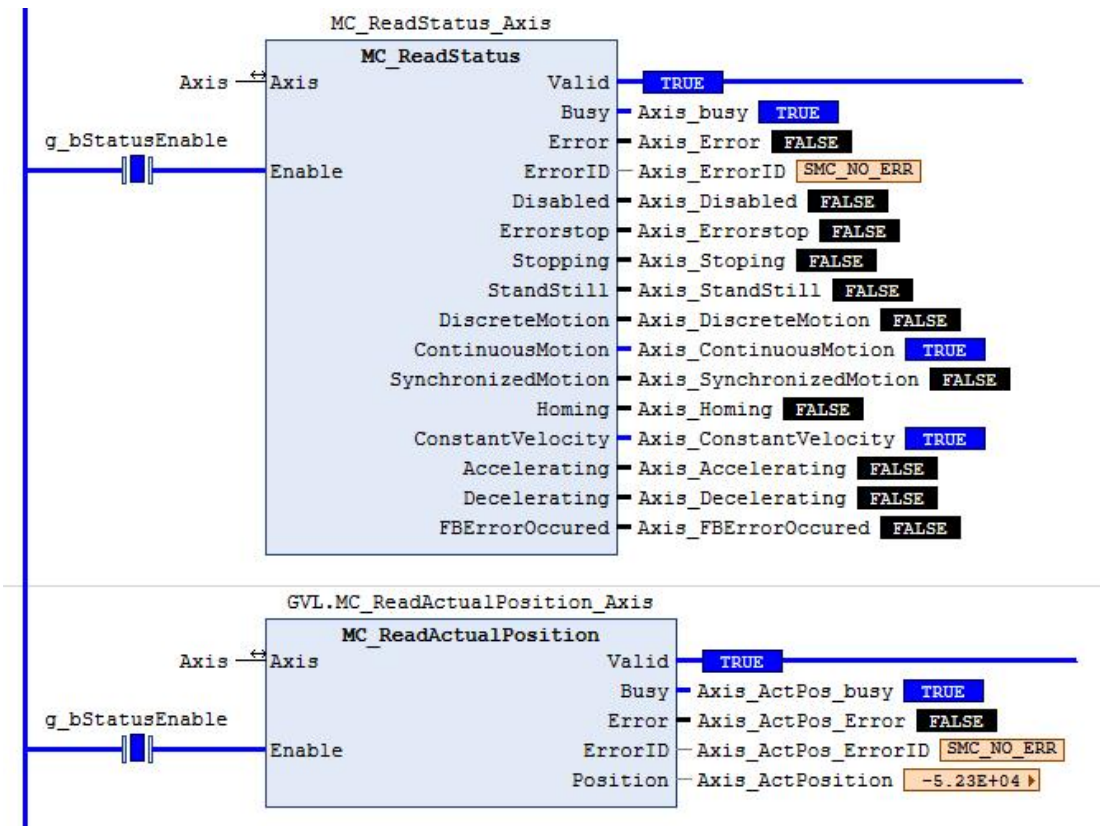

图 6.44 用指令获取轴状态
用户可通过 MC_ReadStatus、MC_ReadActualPosition 等状态指令获取轴的状态，如图 6.44 所示。
- a) 判断 EtherCAT 总线通信是否正常，同步是否成功。如果 EtherCAT 主站.xConfigFinished 和 EtherCAT 主站.xDistributedClockInSync 都为 TRUE，则总线通信正常，参见图 6.44。